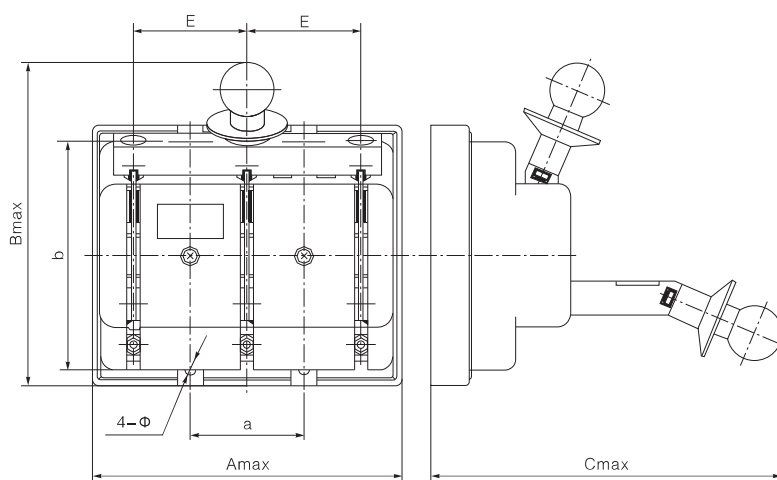

图1 HD(HS)11-100~600B系列开启式刀开关外形及安装尺寸
• HD11-100~600B系列开启式刀开关外形尺寸及安装尺寸见图1和表2。